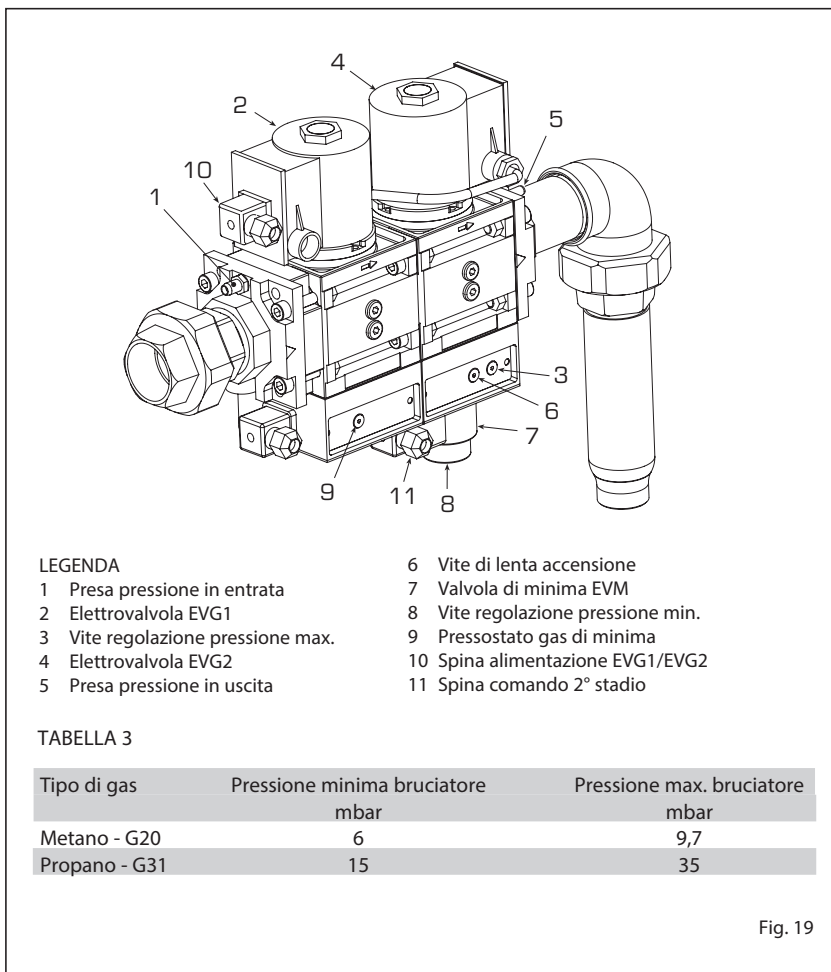

Fig. 19
Le caldaie "RS Mk II" sono dotate di un termostato di regolazione con doppio contatto a taratura differenziata che consente di ottenere, prima dello spegnimento totale del bruciatore, una riduzione di potenza attraverso il comando del 2° stadio (fig. 19).
Le caldaie sono prodotte di serie con valvola gas KROMSCHROEDER CG340Z (fig. 19).
Per effettuare la taratura della pressione massima procedere nel modo seguente (fig. 19):
Dopo aver effettuato la regolazione della pressione massima procedere alla taratura della pressione minima (fig. 19):
- Accendere la caldaia e dopo un breve periodo di funzionamento alla potenza nominale ruotare lentamente la manopola del termostato caldaia verso la posizione di minima finché non si sente lo scatto del primo contatto del termostato; oppure togliere il connettore 11 fig. 19 del 2° stadio per portare la caldaia ad un valore di pressione più basso. A questo punto ruotando la vite (8) ricercare il valore di pressione minima riportato in Tabella 3 per il gas in questione, utilizzando una chiave a brugola da 2,5 mm.